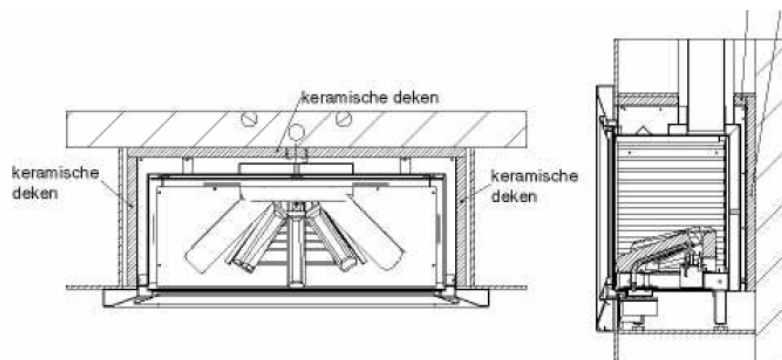

Fig.17
- Isoleer de haard aan de zijkanten, de achterkant en bovenkant met een keramische deken van 25 mm dikte (zie fig. 17).
- 8) Isoleer de haard aan de zijkanten, de achterkant en bovenkant met een keramisch deken van 25 mm dikte (zie fig. 17).